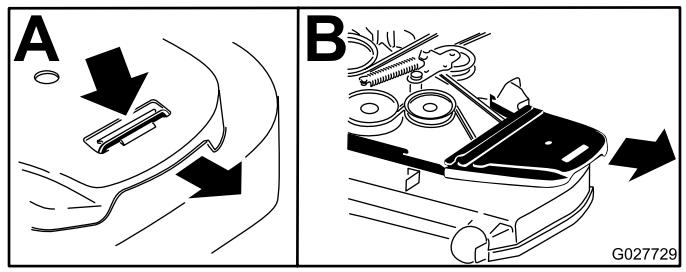

Figura 101
5. Retire la cubierta de plástico de la correa (Figura 101).
4. Retire las cubiertas de la correa (Figura 101).